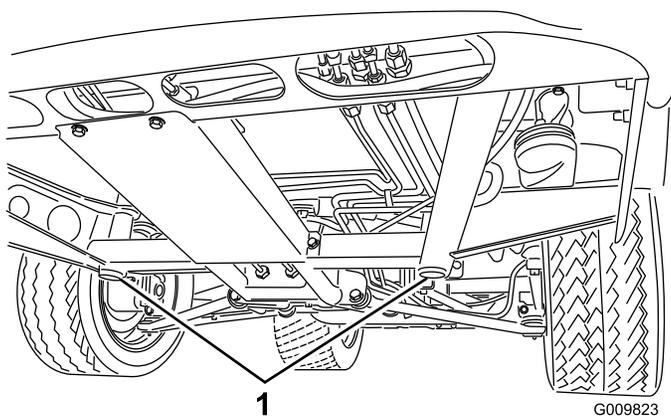
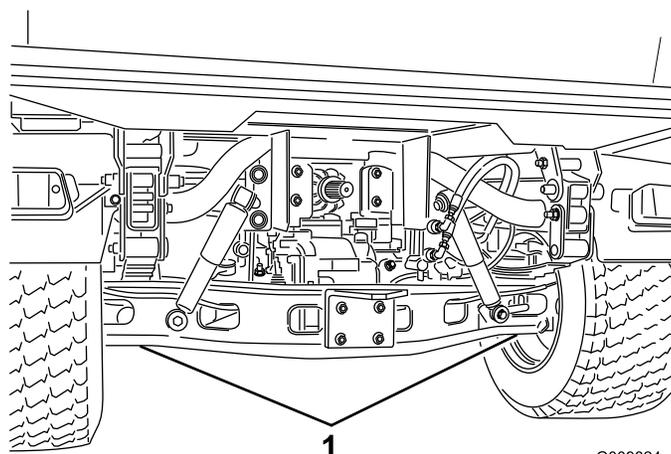

Figure 45
Figure 46
- Le point de levage à l'avant de la machine se trouve sous le support de cadre central avant (Figure 45). Le point de levage arrière est situé sous l'essieu (Figure 46).